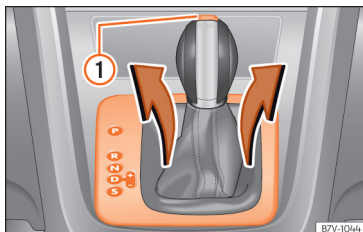

Abb. 241 Abdeckung der Schaltkulisie abbauen.
- Elektronische Parkbremse einschalten (P) »
- Abdeckung im Bereich der Wählhebelschlechte nach oben ziehen » **Abb. 241**.
- Sperrtaste » **Abb. 241** am Hebelgriff drücken und Hebel in Stellung **N** bringen.